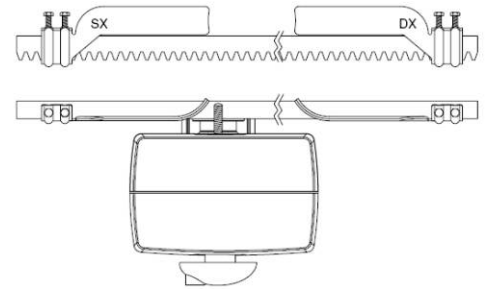

рис.19
- Расположите лапку концевика открывания (рис. 19) таким образом, чтобы она перехватывала рычажок микропереключателя, вызывая его сработку. После определения нужного положения закрутите винты лапки.
- Расположите лапку концевика закрывания (рис. 19) таким образом, чтобы она перехватывала рычажок микропереключателя, вызывая его сработку. После определения нужного положения, закрутите винты лапки.